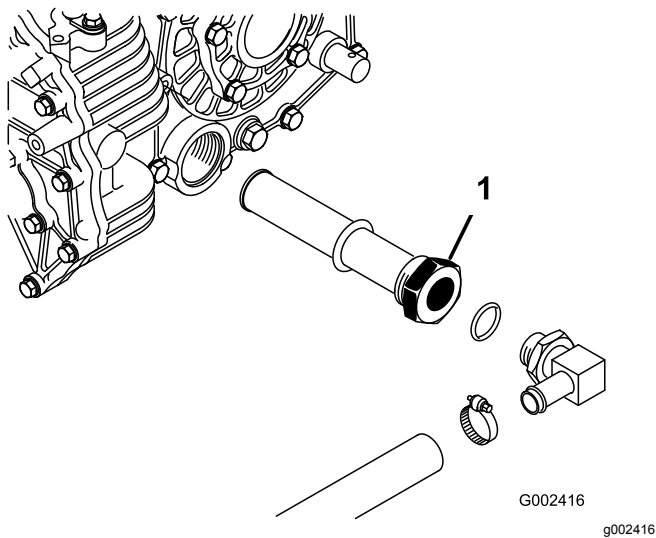

Figura 74
3. Annotatevi l'orientamento del flessibile idraulico e del raccordo a 90° collegati al filtro sul fianco del serbatoio (Figura 74).